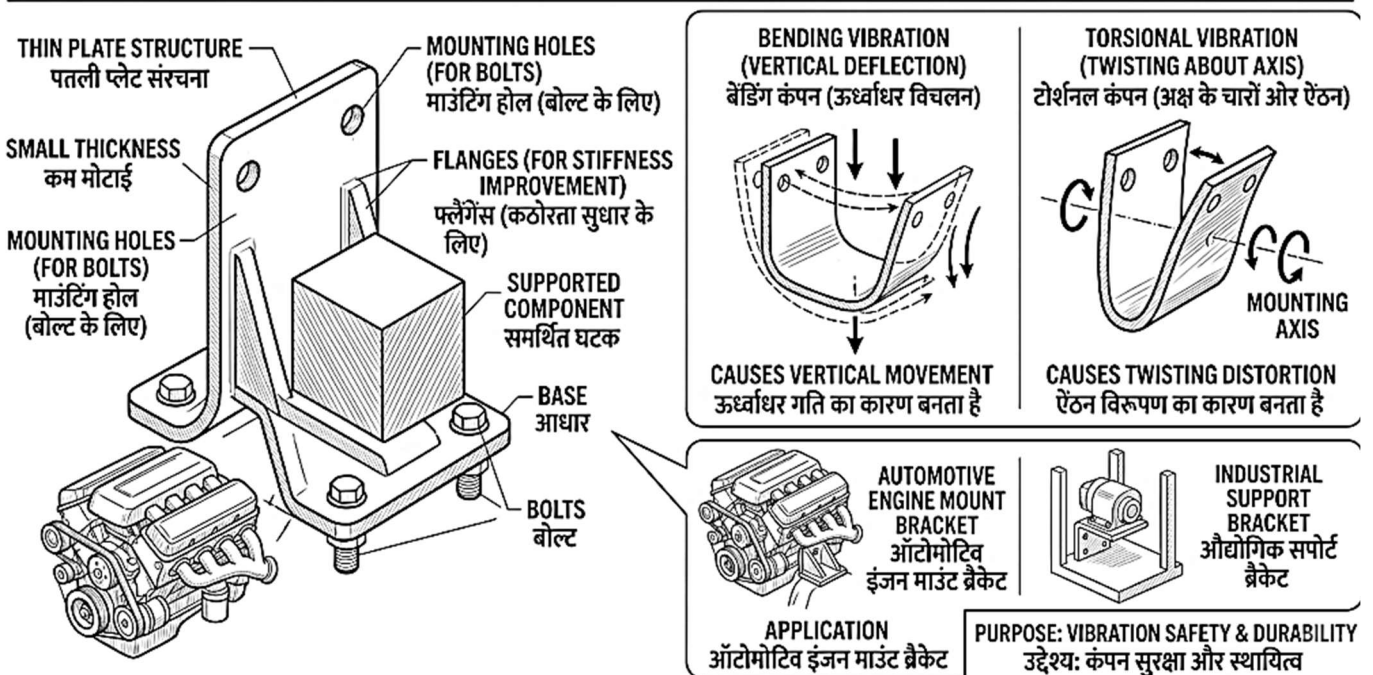

Fig. 2.11: Bracket Construction, Vibration Failures and Applications | ब्रैकेट का निर्माण, कंपन विकृतियाँ और अनुप्रयोग
2.11.1 Constructional Features of Brackets (Fig. 2.11)
2.11.1 ब्रैकेट की संरचनात्मक विशेषताएँ (Fig. 2.11)